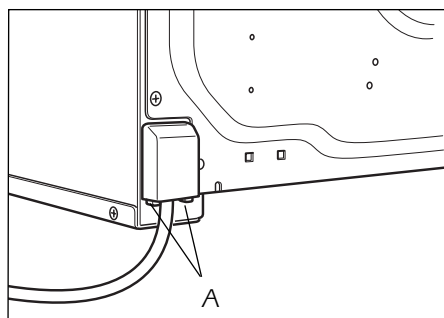

Abbildung 7
- Entfernen Sie die Anschlussabdeckung, indem Sie mit einem Schraubenzieher die zwei Haken "A" lösen (Abb. 7).